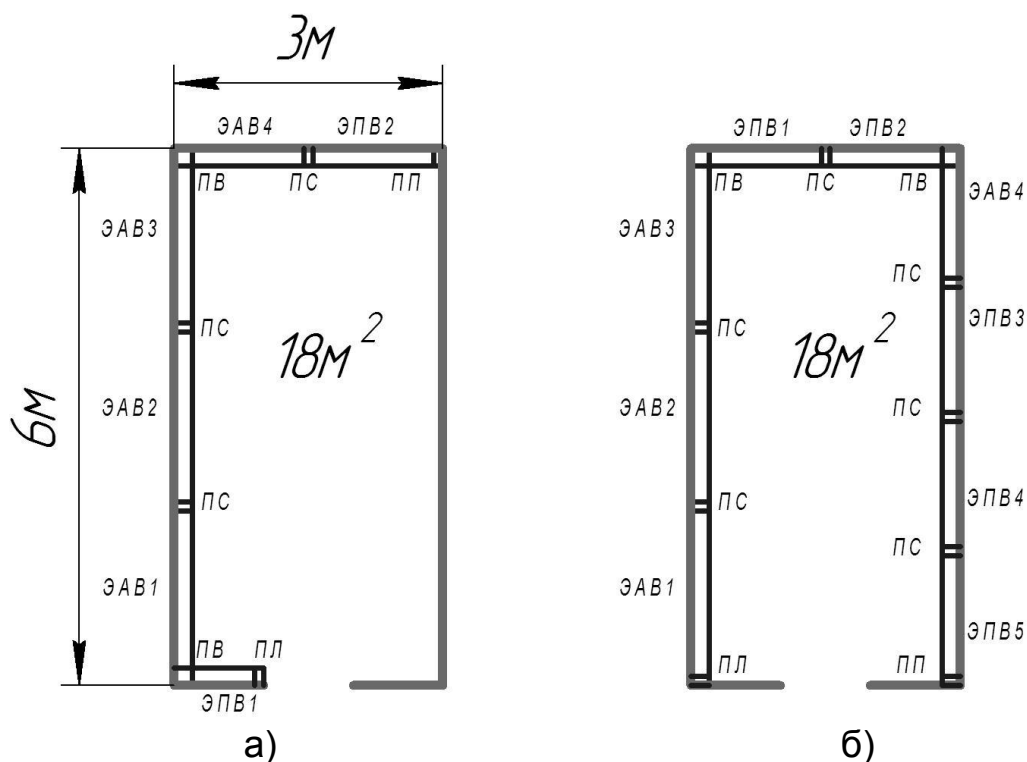

Рис. 4
Пример расчета для помещения с подводом теплоносителя слева (рис.4):
3. Наряду с вышеперечисленным комплектом составных частей системы, необходимо предусмотреть инженерное оборудование для функционирования системы отопления в целом. К нему относятся котел в комплекте с циркуляционным насосом и расширительным баком, распределительный коллектор, подводящие трубы, соединительная арматура, приборы автоматики. Каждый вид системы (рис.4а, 4б) для подключения необходимо укомплектовать клапаном RA-N 15 фирмы «Danfoss», запорным клапаном RLV-S фирмы «Danfoss», термостатическим элементом с выносным управлением или аналогичными.